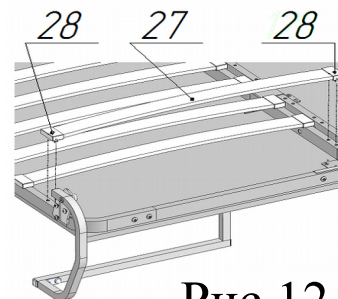

Рис.12
15. Собрать латофлексы поз.27 с латодержателями поз.28 и установить на раму кровати (рис.12). Латодержатели должны входить в отверстия со щелчком.